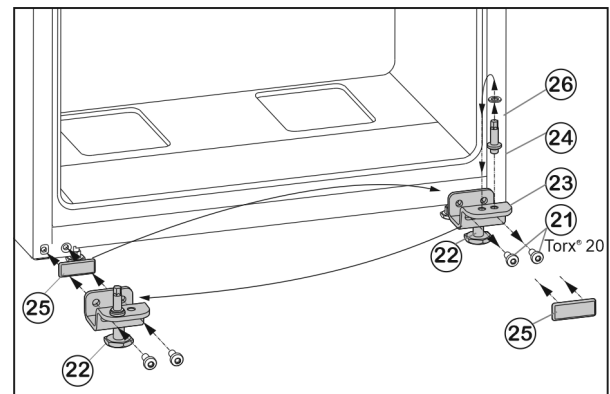

Fig. 7
- ▶ Развийте закрепващите винтове Fig. 7 (21).
- ▶ Свалете долната лагерна опора Fig. 7 (23) заедно с лагерния болт Fig. 7 (24), шайбата Fig. 7 (26) и крака Fig. 7 (22).
- ▶ Развийте лагерния болт Fig. 7 (24) заедно с шайбата Fig. 7 (26), поставете го в срещуположния отвор за лагерната опора и го завийте отново.
- ▶ Внимателно свалете покриващата плоча Fig. 7 (25) и я преместете на срещуположната страна.
- ▶ Отново завийте долната лагерна опора Fig. 7 (23) заедно с лагерния болт Fig. 7 (24), шайбата Fig. 7 (26) и крака Fig. 7 (22) върху новата страна на пантите, евент. с помощта на акумулаторна отвертка (с 4 Nm).
- ▶ Поставете долната врата отгоре върху лагерния болт Fig. 7 (24).
- ▶ Развийте крака Fig. 7 (22) налагерната опора долу Fig. 7 (23), докато опре върху пода.